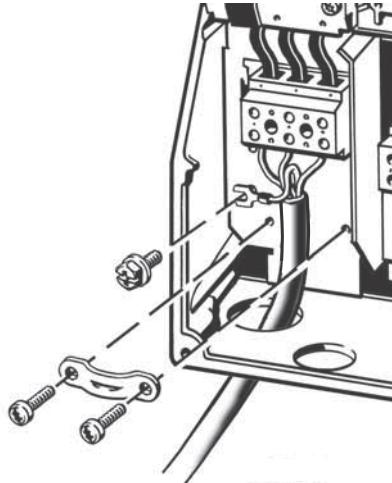

Рис. 14 Подключение питания, В1 и В2
- Подключите заземляющий провод к клемме 95 (PE). См. рис. 14.